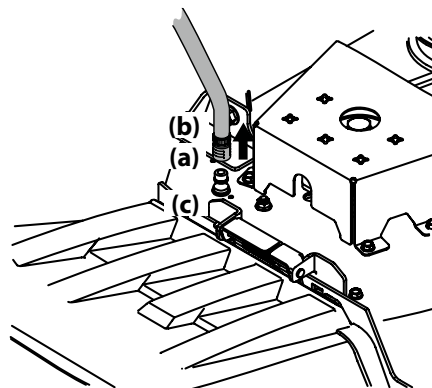

Figura 4-3
- Tire hacia atrás el collarín de ajuste (a) del adaptador del pico (b) y empuje el adaptador del pico (b) hacia uno de los picos de lavado de plataforma (c) de cualquiera de los dos extremos de la plataforma de corte del tractor. Suelte el collarín de ajuste (a) para trabar el adaptador del pico (b) en el pico de lavado de plataforma (c). Consulte Figura 4-3.